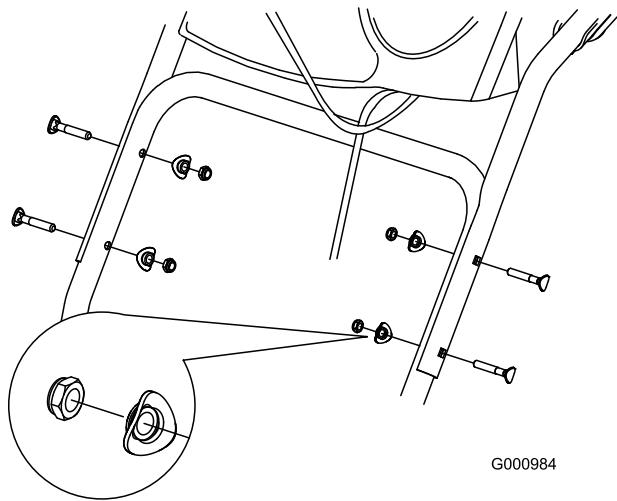

Figura 4
- Fissate il gruppo stegola superiore con i quattro bulloni appositi, quattro rondelle curve e quattro dadi di bloccaggio a corredo nel sacchetto delle parti sciolte (Figura 4).